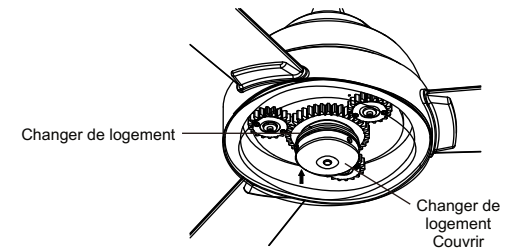
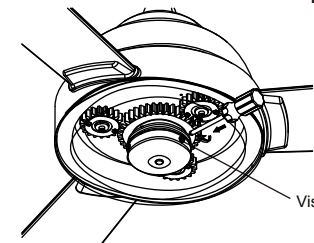

Fig. 27
Fig. 28
Étape 5. Fixez le couvercle de boîtier de commutateur au boîtier de commutateur et serrez solidement avec trois (3) vis précédemment enlevées. (Fig. 27 et Fig. 28)